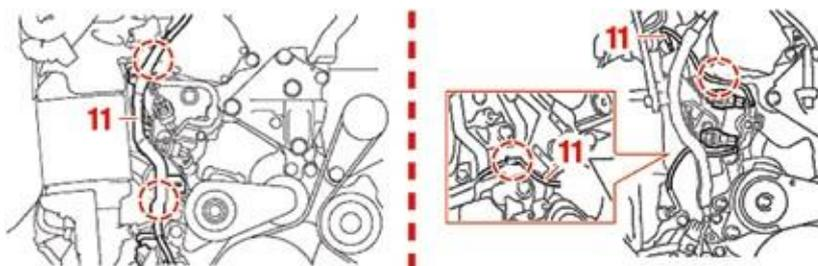

Fig. 39
- **Liberare il fascio cavi (11) (Fig. 39).**